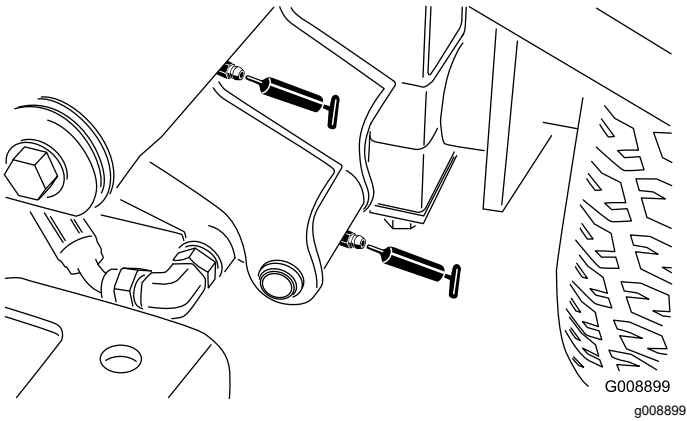

Figura 61
- Pivô do braço de elevação e cilindro de elevação dianteiros à esquerda (2 guarniões —Figura 61)